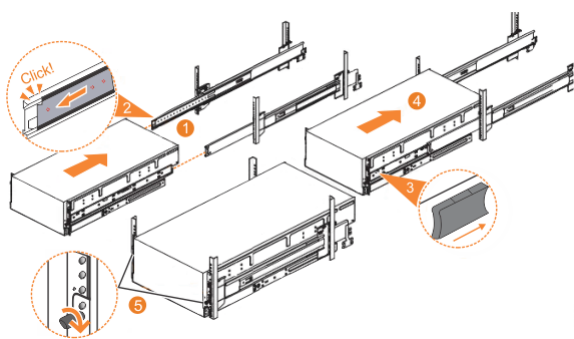

Figura 61. Substituindo o gabinete 5U no rack
1. Estenda totalmente as seções de gaveta esquerda e direita a partir do rack para travar os trilhos na posição estendida (1 em Figura 61 na página 61).
2. Assegure-se de que os retentores de rolamento se encaixem na frente das seções de gaveta esquerda e direita (2 em Figura 61 na página 61).
4. Localize as guias de liberação azuis esquerda e direita próximo à frente do gabinete. Pressione ambas as guias de liberação para desbloquear o mecanismo de gaveta (3 em Figura 61 na página 61).
5. Empurre o gabinete firmemente no rack (4 em Figura 61 na página 61).
6. Aperte os parafusos de orelha de travamento (5 em Figura 61 na página 61) para prender o gabinete no rack.